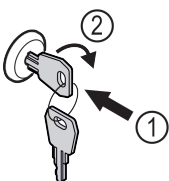

Fig. 126 Примерное изображение
- ▶ Вставьте ключ Fig. 126 (1).
- ▶ Поверните ключ на 90° по часовой стрелке Fig. 126 (2).